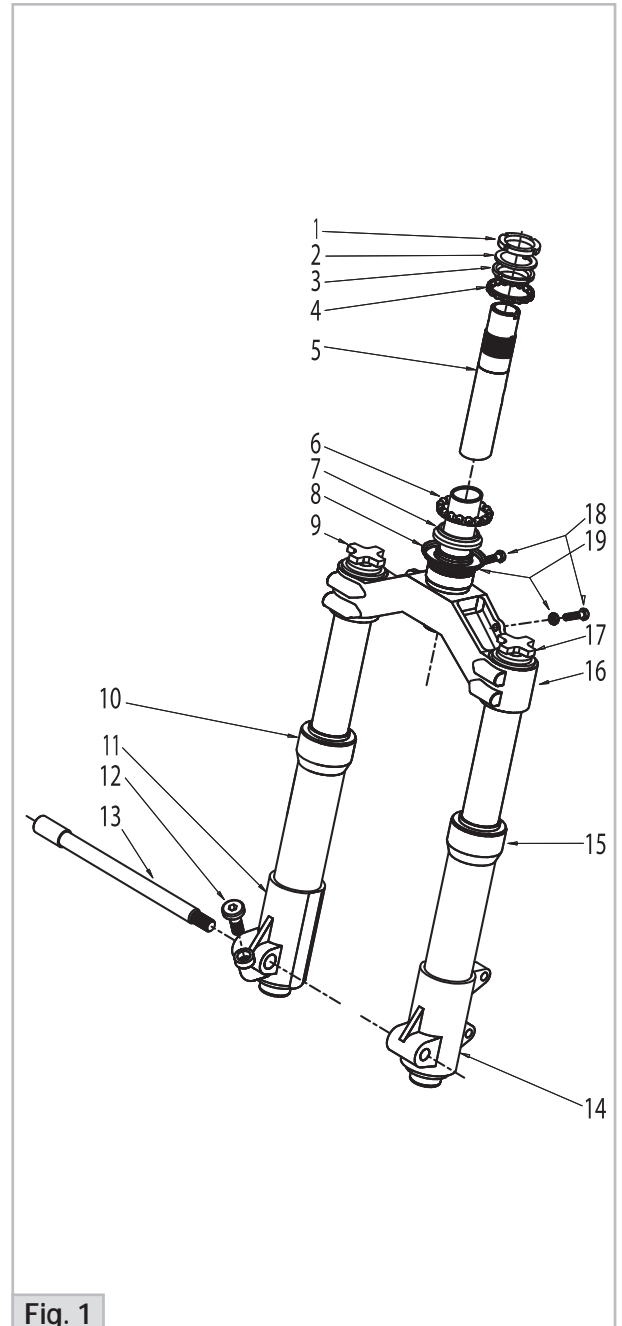

Fig. 1
- 4) Svitando la vite che lo fissa al tubo di sterzo (part. 5, **Fig. 1**) togliere il manubrio dalla forcella e rovesciarlo in avanti avendo cura di non danneggiare i vari cavi ad esso collegati.
- 5) Svitando la ghiera e l'anello cuscinetto superiore (part. 1-3, **Fig. 1**) si può ora smontare la forcella ORIGINALE dal vostro scooter, avendo cura di non danneggiare le due ralle a sfere (part. 4-6, **Fig. 1**). Togliere il cavo del contachilometri dalla sua sede di ancoraggio sul parafranghi ed il tubo del freno anteriore.
- 4) Unscrew the screw that fastens the handlebar to the steering tube (part. 5, **Fig. 1**) and then remove the handlebar from the fork and turn it upside down, paying attention to avoid damage to the cables connected.
- 5) After unscrewing the lock nut and the upper bearing ring (part. 1-3, **Fig. 1**), you can now remove your scooter's ORIGINAL fork, paying attention not to damage the two ball-bearing fifth wheels (part. 4-6, **Fig. 1**). Remove the odometer cable from its anchor point on the fenders and the front brake tube.
- 4) Lösen sie die Schraube mit der der Lenker am Schaftrohr befestigt ist (Teil 5, **Fig. 1**), ziehen sie dann den Lenker vom Schaft und drehen sie ihn auf den Kopf; achten sie dabei darauf keine Kabel und Züge zu beschädigen.
- 5) Lösen sie die Kontermutter des Steuersatzes und entfernen sie den oberen Lagerring (Teil 1-3, **Fig. 1**). Sie können nun die Originalgabel entfernen. Achten sie dabei darauf dass sie die Lagerringe des Steuersatzes nicht beschädigen (Teil 4-6, **Fig. 1**). Lösen sie die Tachowelle und die Bremsleitung aus ihren Führungen am Kotflügel.
- 7) Smontare dalla forcella originale l'anello cuscinetto inferiore ed il parapolvere avendo cura di non danneggiarli (part. 7-8, **Fig. 1**).
- 7) Remove the lower bearing ring and the dust cover from the original fork, paying attention to avoid damage (part. 7-8, **Fig. 1**).
- 7) Nehmen sie den unteren Lagerring und den Staubschutz von der originalen Gabel, achten sie dabei darauf diese nicht zu zerstören. (Teil 7-8, **Fig. 1**).
2) Montare il parapolvere (part. 8, **Fig. 1**) sulla nuova forcella Malossi.
3) Montare l'anello cuscinetto inferiore (part.7, **Fig. 1**) sulla forcella Malossi avendo l'accortezza di portarlo ad una temperatura non superiore ai 150 °C al fine di facilitare l'inserimento nella propria sede, avendo cura di non danneggiare in nessun modo la sede di scorrimento delle sfere.
4) Montare sulla forcella Malossi i due bulloncini (part. 18, **Fig. 1**) con i rispettivi controdadi (part. 19, **Fig. 1**) che servono per regolare le battute di fine corsa dello sterzo.
2) Assemble the dust cover (part. 8, **Fig. 1**) on the new Malossi fork.
3) Assemble the lower bearing ring (part. 7, **Fig. 1**) on the Malossi fork, while taking the measure of heating it to a temperature of no more than 150°C in order to facilitate insertion in the housing and paying attention not to damage the ball bearing housing.
4) Assemble the two bolts (part. 18, **Fig. 1**) with their lock nuts (part. 19, **Fig. 1**) that serve for the adjustment of the steering stroke end points on the Malossi fork.
2) Montieren sie den Staubschutz (Teil 8, **Fig. 1**) auf der neuen Malossi Gabel.
3) Montieren sie den unteren Steuersatzlagerring (Teil 7, **Fig. 1**) auf der Malossi Gabel, erhitzen sie den Ring auf maximal 150° C und achten sie darauf bei der Montage die Lagerfläche nicht zu beschädigen.
4) Montieren sie die beiden Schrauben (Teil 18, **Fig. 1**) mit den dazugehörigen Anschlagsschrauben (Teil 19, **Fig. 1**) mit denen der Lenkanschlag der Malossi Gabel eingestellt wird.
- 6) Inserire la ralla inferiore (part. 6, **Fig. 1**) nel tubo di sterzo e posizionarla sull'anello cuscinetto inferiore, avendo cura se necessario di lubrificarla con una adeguata quantità di grasso (Fiat Z2 oppure IP Autogrease LZ).
- 7) Inserire la vostra nuova forcella Malossi nel canotto di sterzo dello scooter avendo cura che le due viti di fermo sterzo (part. 18, **Fig. 1**) siano rivolte verso la parte posteriore dello scooter.
- 8) Inserire nella parte superiore del tubo di sterzo la ralla superiore (part. 4, **Fig. 1**) dopo
- 6) Insert the lower fifth wheel (part. 6, **Fig. 1**) in the steering tube and position it on the lower bearing ring, making sure to adequately grease (using Fiat Z2 or IP Autogrease LZ types) if required.
- 7) Insert your new Malossi fork in your scooter's steering tube, making sure that the two steering retainer screws (part. 18, **Fig. 1**) face the scooter's rear.
- 8) Insert the upper fifth wheel (part. 4, **Fig. 1**) in the upper part of the steering tube after adequate greasing. Temporarily fasten the fork in place by screwing in the upper bearing ring (part. 3, **Fig. 1**).